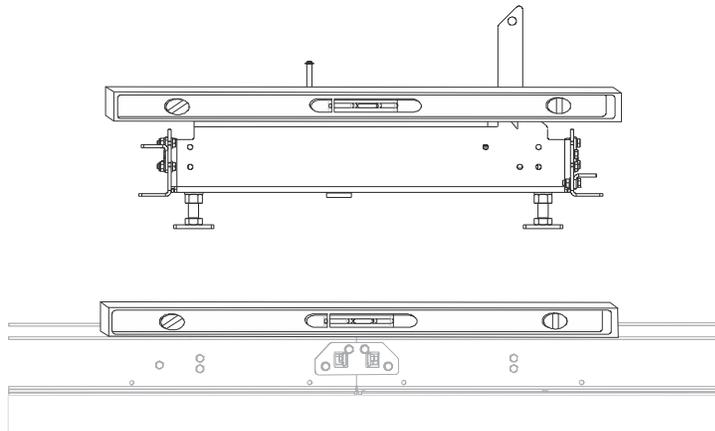

FIG. 3-8
1. Utilisez un niveau de min. 4 pieds (120 cm) (ou un niveau laser) pour mettre le banc à niveau dans toutes les directions. Voir Figure 3-8.